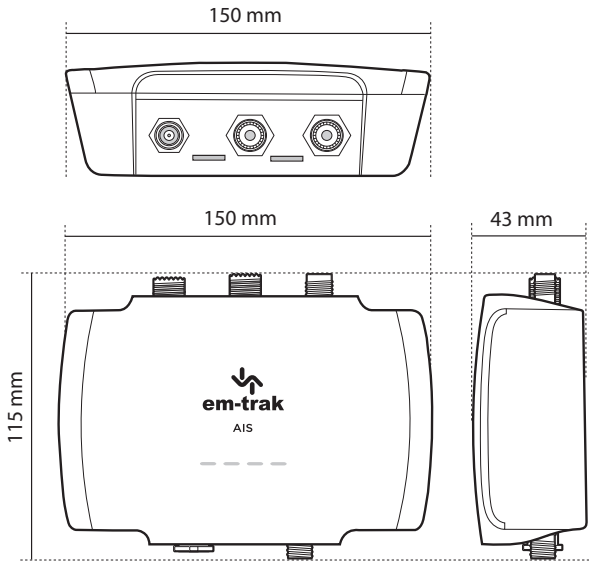

Abbildung 10 AIS transceiver Abmessungen
- Für das Verlegen der Kabel sollte um den Transceiver herum ausreichend Platz vorhanden sein. Weitere Informationen zu den Abmessungen des Transceivers finden Sie in Abbildung 10.